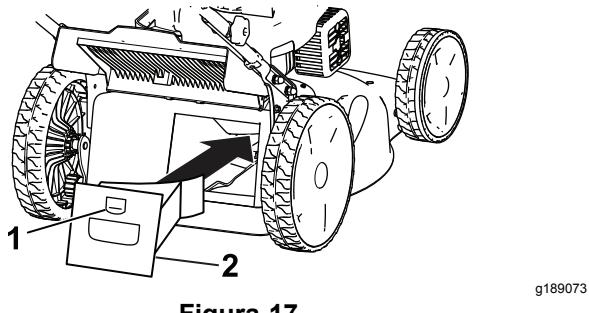

Figura 17
1. Levante y sujeté la tapa trasera (Figura 17).
2. Instale el tapón de mulching en la carcasa y bloquee el tapón en el hueco de la carcasa (Figura 17).